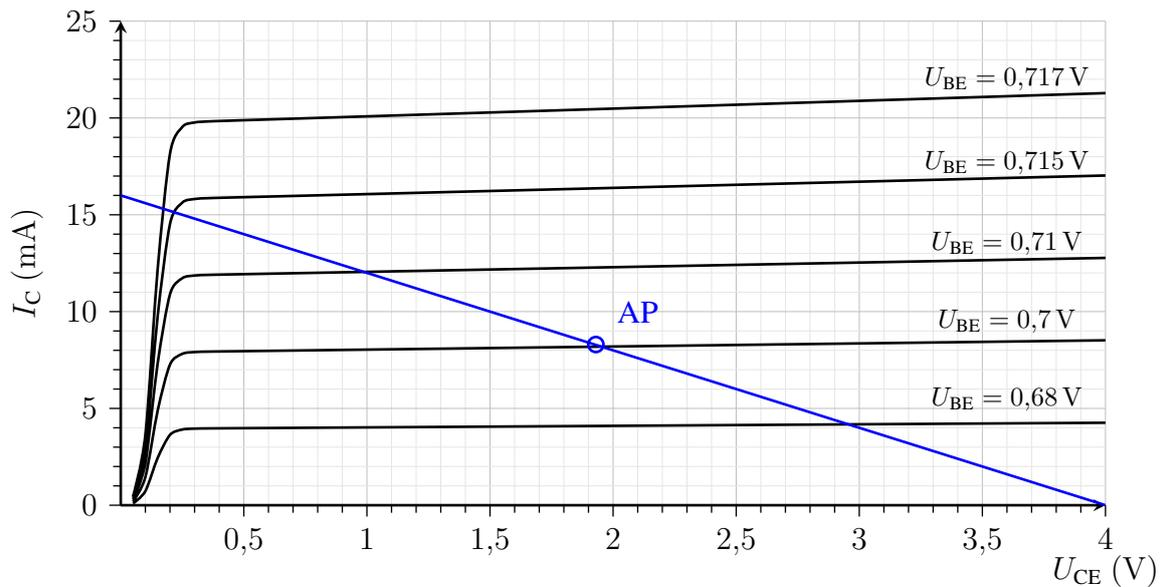

Abbildung 2: Ausgangskennlinienfeld des Bipolartransistors
d) Der Early-Effekt kann man der Steigung der Kennlinien in Abbildung 2 festgestellt werden. Diese wird von einer Änderung der Basisweite aufgrund der Kollektor-Emitter-Spannung U_{CE} verursacht.